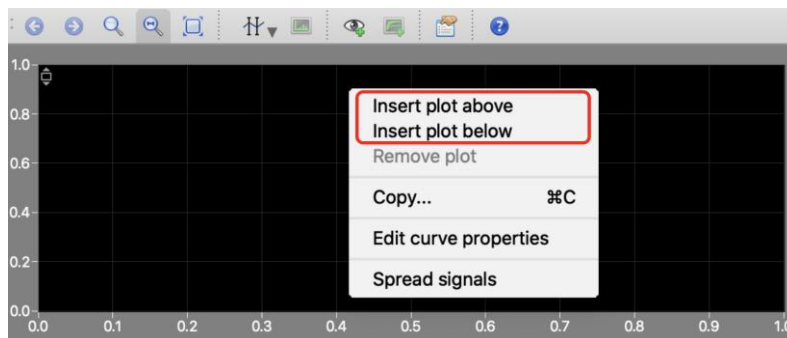

Figura 6 - Modificar número de gráficos num osciloscópio.
- 6) Para adicionar várias janelas de medição no osciloscópio (*scope*), com o botão direito do rato deve-se clicar no fundo de um osciloscópio e clicar em adicionar gráfico acima ou abaixo (ver Figura 6). Se existirem múltiplos gráficos, clicando com o 2º botão pode-se remover um gráfico ou até alterar a espessura/cor das curvas apresentadas.